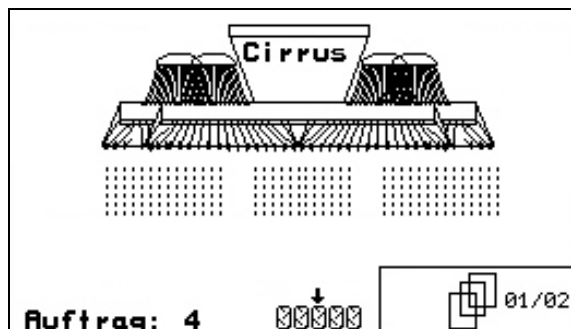

Рис. 57
1. Выберите "Разворот на краю поля на всех колесах" (Рис. 57).